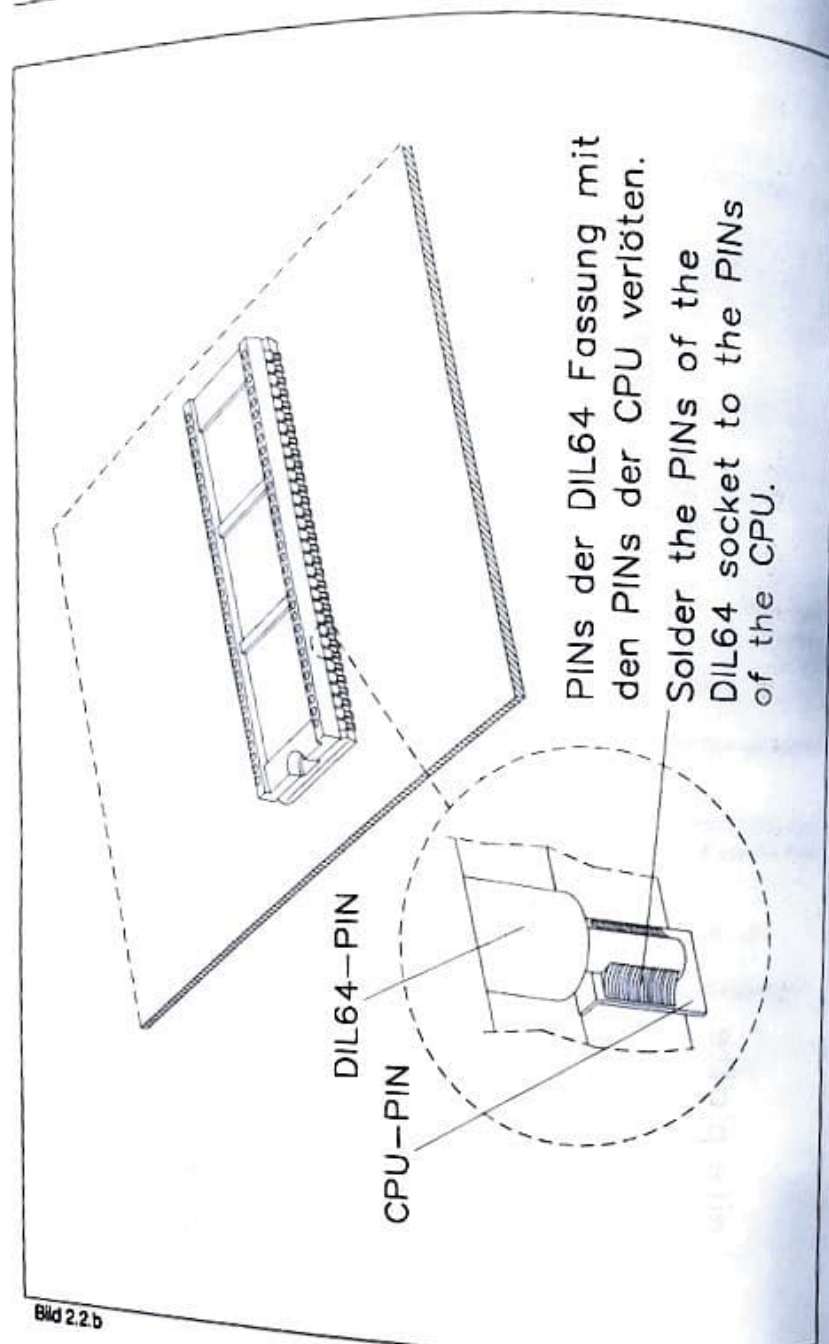

Bild 2.2.b
7. ATonce wie in Bild 2.2.c dargestellt, in die aufgelötete Fassung einstecken. Darauf achten, daß alle Pins der ATonce Leiterplatte (84 Stück) sauber in die Fassung eingeführt werden (nicht verkanten) und fest sitzen. Sollten andere Bauteile (Kondensatoren, Quarze etc.) ATonce berühren, so müssen diese gegebenenfalls vorsichtig umgebogen und/oder mit Isolationsklebeband isoliert werden.